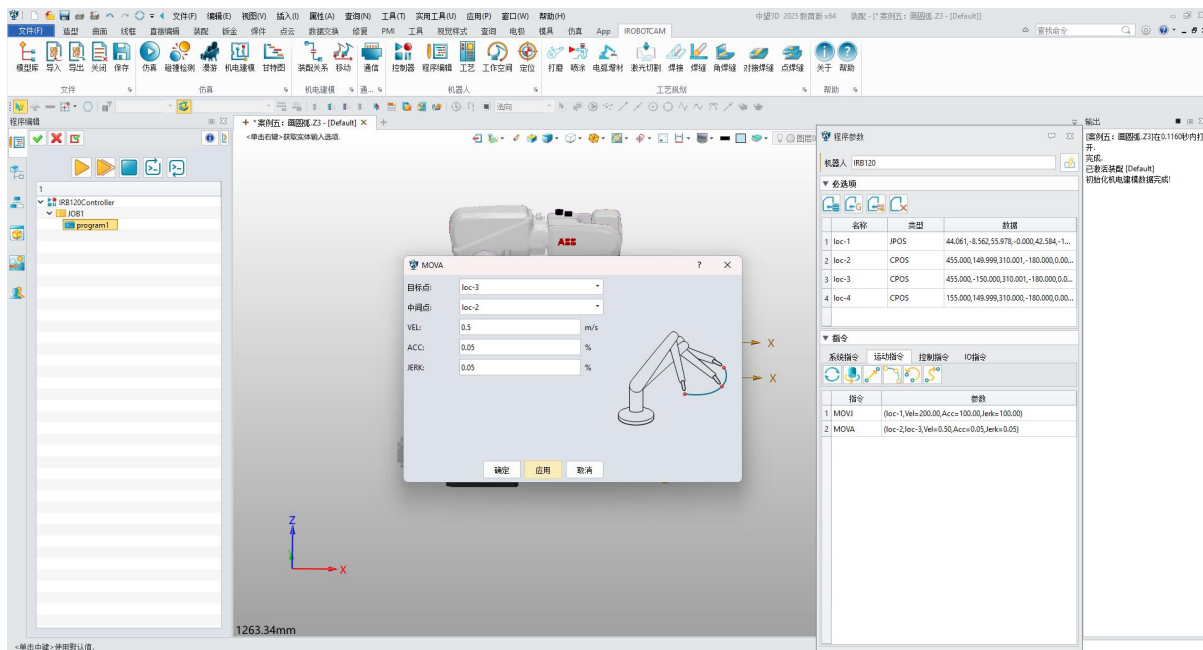

图 9-13: MOVA
- **添加 MOVA 指令:** 然后添加 MOVA 指令, 参数设置如图所示。目标点为 "loc-3", 中间点为 "loc-2", 其他参数保持默认。单击 "确定"。(图 9-13)